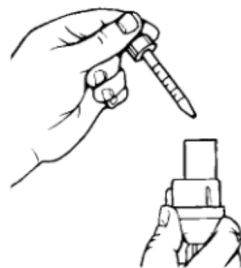

FIGURA 2 - AGREGANDO LA MEDICINA AL NEBULIZADOR
6. Agregue la medicina líquida al nebulizador de acuerdo con la receta médica (**FIGURA 2**).